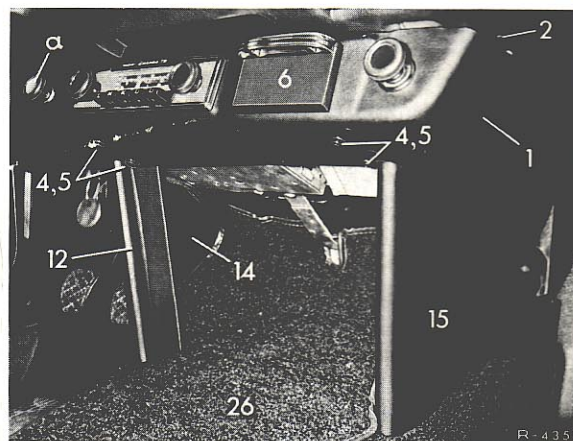

Bild 68-1/1
6. Aschergehäuse (7) an der Zusatzinstrumententafel (1) mit den Linsenschrauben (8) und Scheibe (9) anschrauben.
7. Die Abdämpfungen (20 bis 25), wie in Bild 68-1/3 ersichtlich, am Getriebetunnel an-
8. Zigarrenanzünder und, falls vorhanden, Warnblinkschalter am Gehäuse ausbauen und an der Zusatzinstrumententafel (1) montieren (Bild 68-1/1).